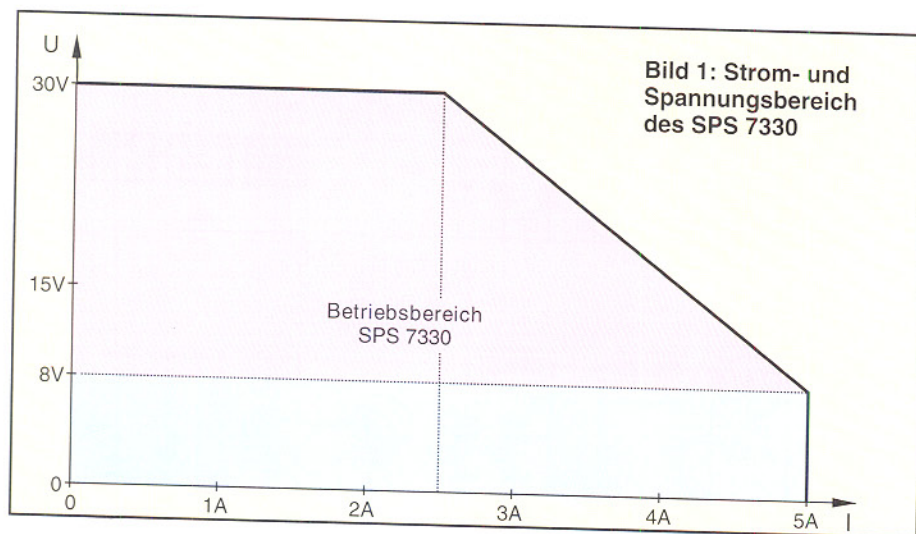

Bild 1: Strom- und Spannungsbereich des SPS 7330
- einstellbarer Ausgangsstrom von 0 bis 5 A (bis 8 V, darüber hinaus sinkt die maximale Stromentnahme bis zu einer Ausgangsspannung von 30 V auf max. 2,5 A - siehe Grafik Abbildung 1)